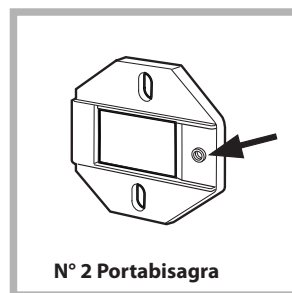

Fig. 1
- Montar los soportes cremallera en la parte frontal posicionando el orificio indicado con una flecha en la *fig. 1* hacia adentro de la cara interponiendo una riostra (*fig. 4/B*), empleando los tornillos tipo C.